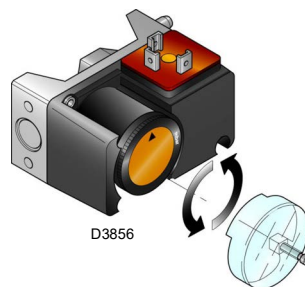

Fig. 23
- Regular o pressostato gás de máxima (Fig. 23) na parte final da escala.